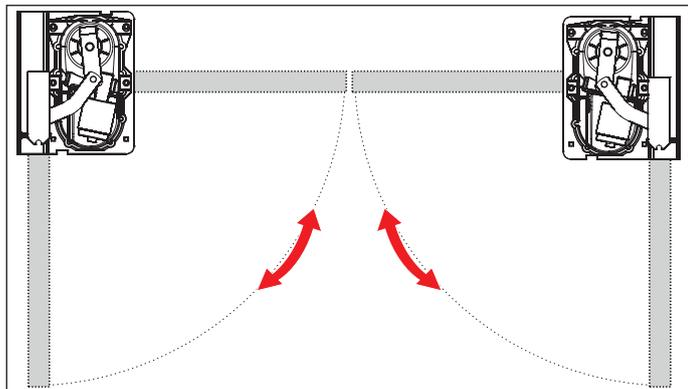

Fig. 3
1. Inserire la cassa di fondazione contenente l'automazione ruotata nella direzione di apertura del battente all'interno del basamento preparato, così raffigurato nella fig. 3. Cfr. anche capitolo «3.4 Significato dei termini e dei simboli di utensili utilizzati».